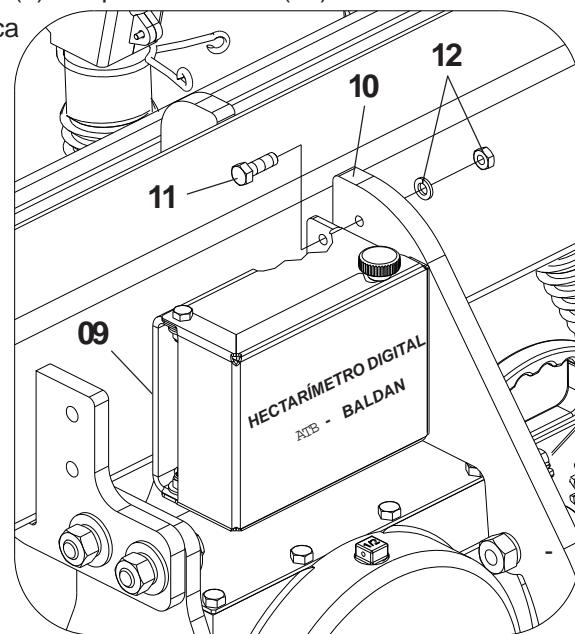

Figura 66
3 - Coloque a caixa de proteção (9) completa no chassi (10) da sementeira com parafuso (11), arruela e porca (12), **Figura 66**;